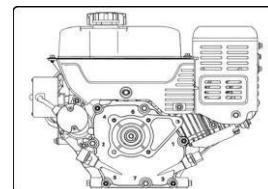

Рис.25
2. Отвинтите крышку маслоналивной трубы и протрите щуп. Рис.25
1. Найдите маслосливное отверстие в нижней части картера, Рис.25.
2. Очистите зону около маслосливного отверстия. Рис.25.